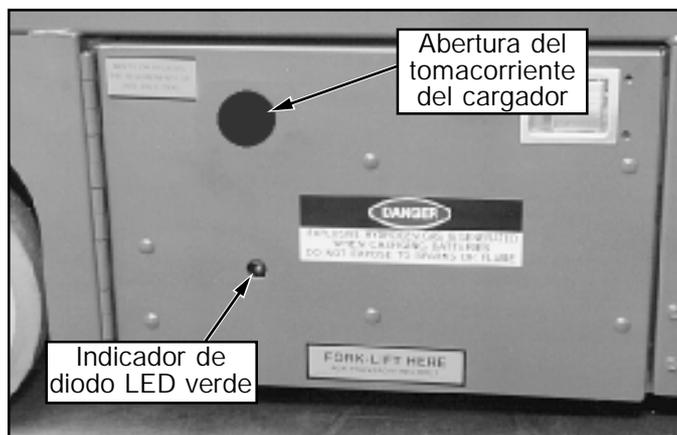

Figura 6: Módulo del chasis, lado derecho
3. Conectar el cordón de extensión, conductor de calibre 12 (1,5 mm²) mínimo y de 15 m (50 pies) de largo máximo, al tomacorriente del cargador a través de la abertura del lado izquierdo del chasis (Figura 6). Conectar el otro extremo del cordón de extensión a un tomacorriente debidamente conectado a tierra del voltaje y frecuencia correctos.